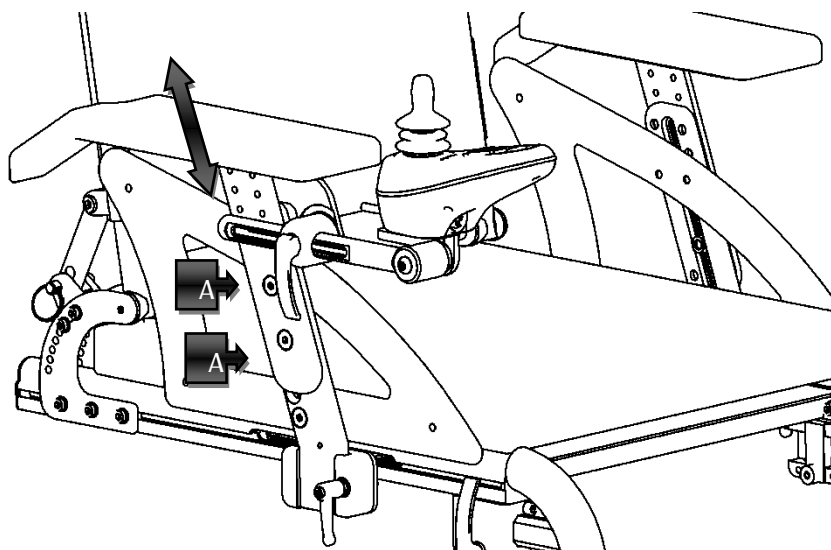

Figura 22
Facendo riferimento alla Figura 22, allentare le viti (A), e regolare l'altezza del bracciolo al valore desiderato; quindi stringere di nuovo le viti (A).